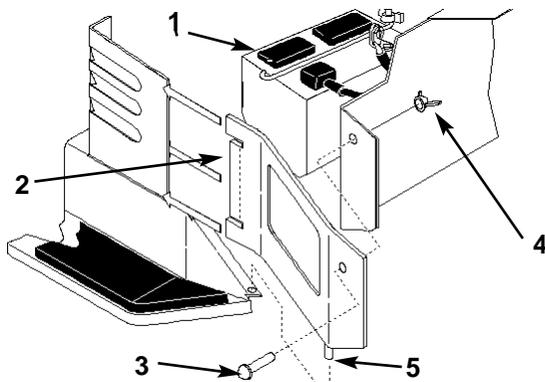

Figure 39
7. Montate la batteria nello chassis (Fig. 39).
11. Montate le fiancate inserendo le lunette nel complessivo dello sterzo, ed inserite la spina nella flangia del poggiatesta. Fissate con le viti e i galletti (Fig. 39).